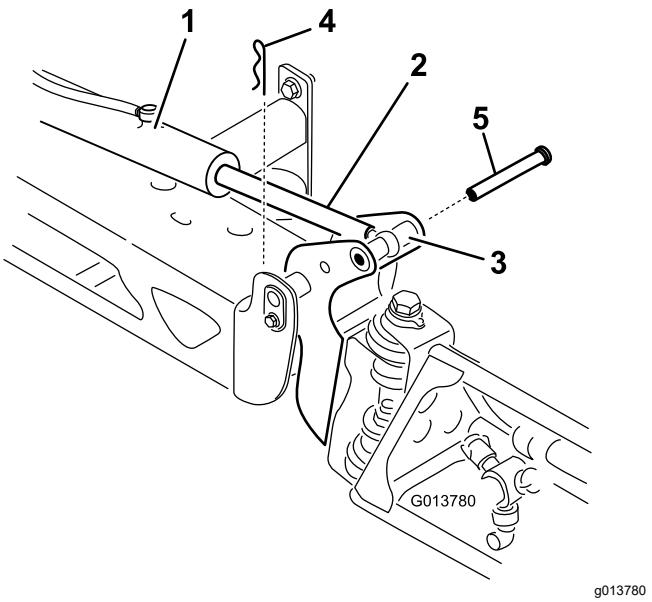

Рисунок 108
- Извлеките шплинт из оси поворота (Рисунок 108).
- Поднимите стрелу, извлеките штифт (Рисунок 108) и медленно опустите стрелу на землю.
- Удерживая стрелу, вставьте штифт через ось поворота стрелы и конец штока (Рисунок 108).